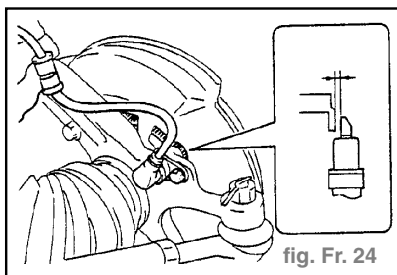

fig. Fr. 24
- Introduire le calibre d'épaisseur dans l'espace entre la pièce de pôle du capteur de vitesse et la surface dentée du rotor, et vérifier si le jeu à tous les points est identique (fig. Fr. 24).